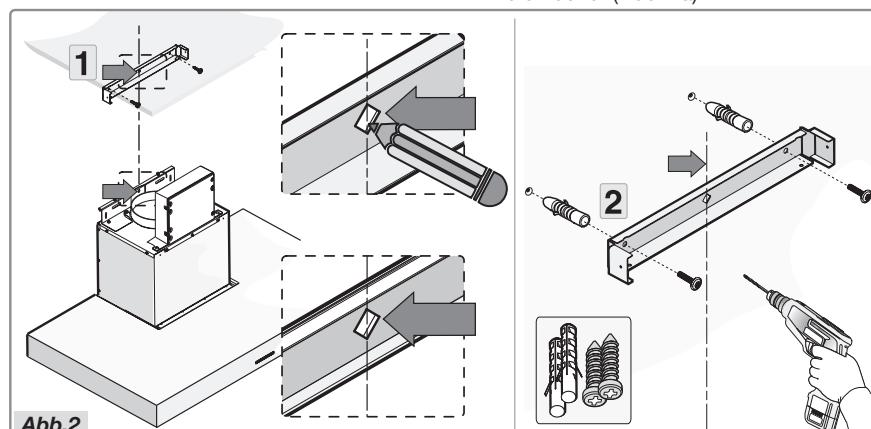

Abb. 2
- Positionieren Sie die Halterung in Übereinstimmung mit den Maßen in Abbildung A und befestigen Sie sie mit den mitgelieferten Schrauben an ihrem Platz (Abbildung 2).